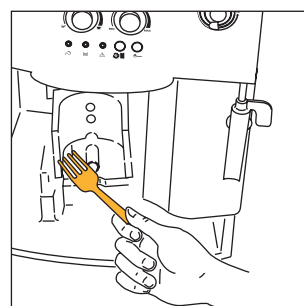

Fig. 30
- pulire accuratamente l'interno della macchina. Per togliere il caffè incrostato nelle parti interne, grattare con una forchetta di legno o plastica (fig. 30) e poi aspirare tutti i residui con un'aspirapolvere (fig. 31);